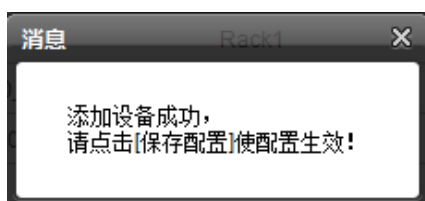

图3-53 提示信息 1
- 7) 点击**添加设备**按钮，弹出如图 3-53 所示信息，同时在设备列表中增加一条设备信息；